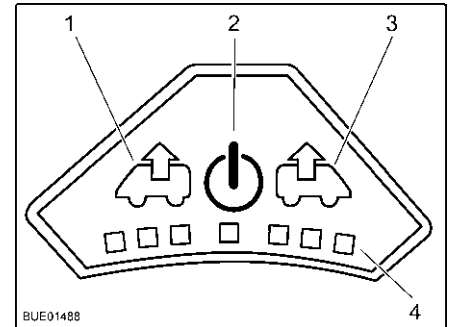

Bild 85 Fläktrörelse
**Slå på:** ■ Tryck på på/av-knappen (Bild 85,2). Fläkten går i komfortläge (vädring med lägsta fläktvarvtal).
**Vädra:** ■ För att höja fläktvarvtalet: Tryck på vädringsknappen (Bild 85,1). Fläktvarvtalet i vädringsriktningen ökar en nivå. Lampor (Bild 85,4) visar de olika nivåerna.
■ För att minska fläktvarvtalet: Tryck på ventilationsknappen (Bild 85,3). Fläktvarvtalet minskar en nivå.
- För att höja fläktvarvtalet: Tryck på ventilationsknappen (Bild 85,3). Fläktvarvtalet i ventilationsriktningen ökar en nivå. Lampor (Bild 85,4) visar de olika nivåerna.
- För att minska fläktvarvtalet: Tryck på vädringsknappen (Bild 85,1). Fläktvarvtalet minskar en nivå.
- Tryck på på/av-knappen (Bild 85,2). Fläkten stannar och lamporna släcks.